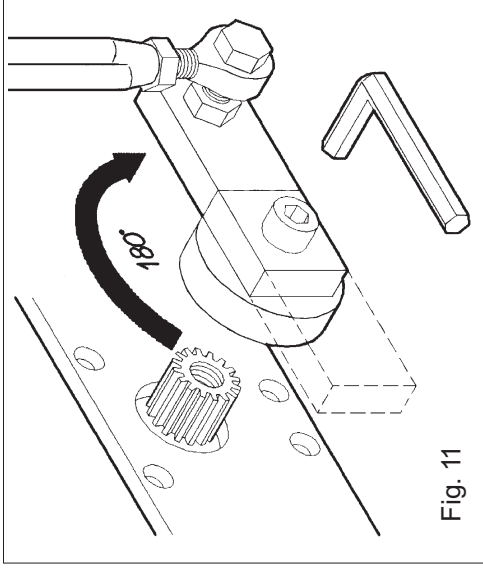

Fig. 11
- 7) Extraer la palanca mando del árbol acanalado y girarla de aprox. 180° volviéndola a colocar en el árbol. (fig.11) [Para extraer la palanca mandos usar los tornillos, que vienen con el aparato, y usarlos como extractor].
- 7) Remove the control lever from the splined shaft and turn it about 180°, then insert it onto the shaft again. (fig. 11). [To remove the control lever, use the screw provided as an extractor].